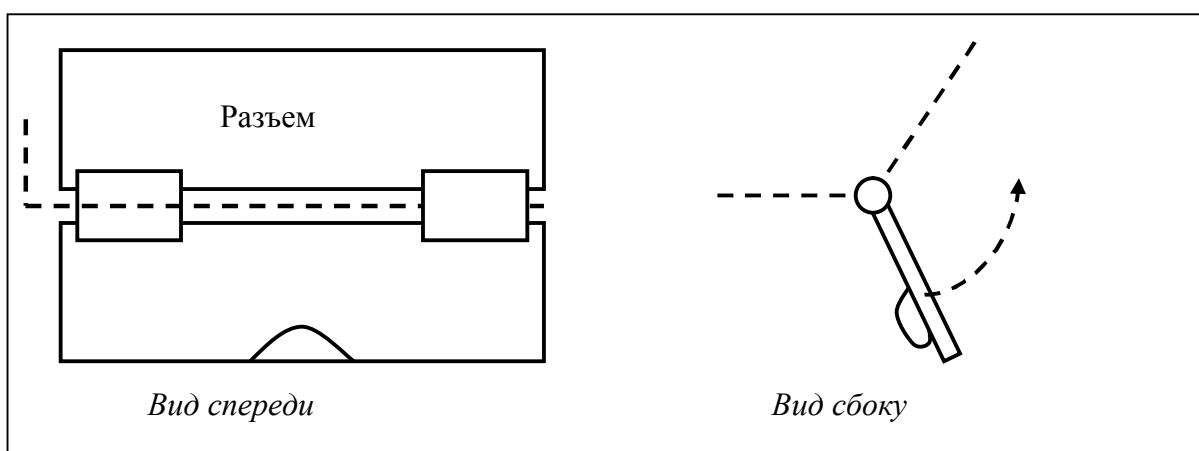

Рис. 14. Защитный кожух.
- небольшой шарнирный кожух из твердого пластика, закрывающий разъем OBDII (см. Рис. 14);